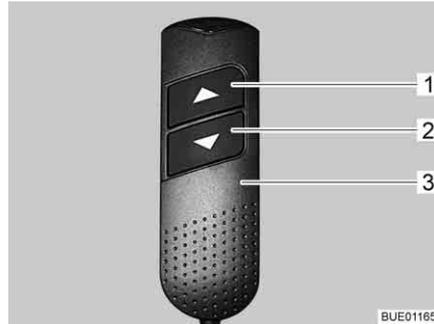

Fig. 111 Elemento de mando manual
- En el elemento de mando manual (Fig. 111,3), pulsar la tecla "▼" (Fig. 111,2) y mantenerla pulsada. La sección de los pies se introducirá. Las cabeceras del somier se levantarán.
- En el elemento de mando manual (Fig. 111,3), pulsar la tecla "▲" (Fig. 111,1) y mantenerla pulsada. La sección de los pies se extenderá. Las cabeceras del somier se bajarán.
- En el elemento de mando manual (Fig. 111,3), pulsar las teclas "▼" (Fig. 111,2) o bien "▲" (Fig. 111,1) hasta que se haya alcanzado la posición deseada.